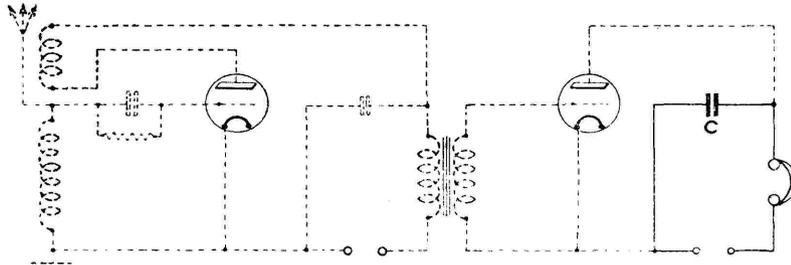

Fig. 5.
2. Branchez la HT. Un fort claquement doit se faire entendre au téléphone. Sans quoi le circuit en trait fort (fig. 5) est en défaut.